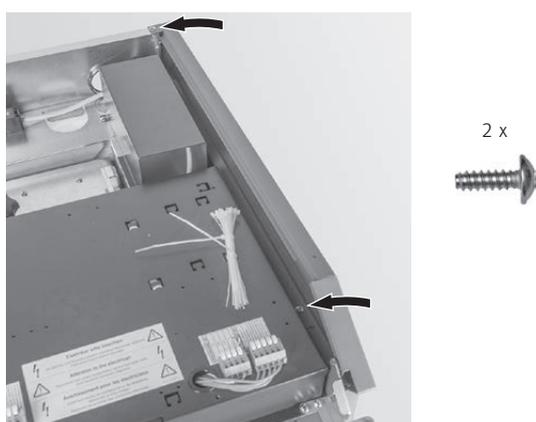

Fig. 67 Infilare la parte superiore del rivestimento e avvitare
- ▶ Infilare la parte superiore del rivestimento in corrispondenza della parete laterale destra e fissarla con 2 viti autofilettanti su ciascun lato – Fig. 67.